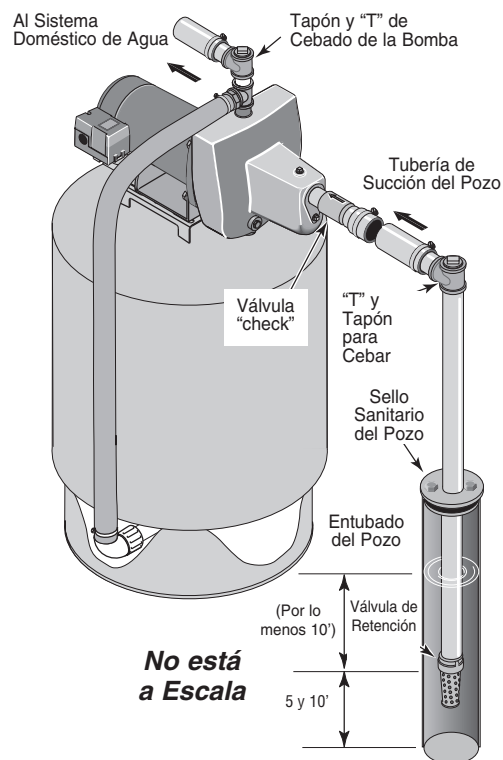

Figura 2: Instalación para pozo recubierto
INSTALACION DE POZO RECUBIERTO CON UN RECUBRIMIENTO DE 2" O MAS (Figura 2)
2. Instale la válvula de retención, el filtro y la tubería del pozo (vea la Figura 2). Asegúrese de que la válvula de retención funcione libremente.
4. Instale una "T" para cebado, tapón para cebado y la tubería de succión a la bomba (vea la Figura 2). Conecte la tubería del
pozo al orificio de succión de la bomba; utilice el menor número de conexiones posible – especialmente codos – ya que las conexiones incrementan la fricción de la tubería, pero incluya una válvula de aspiración – vea la Figura 2. La tubería de succión debe ser por lo menos del mismo tamaño que el orificio de succión de la bomba. Utilice cinta sellante de PTFE para roscas de tubería para juntas de tubería. Soporte la tubería para que no haya inclinaciones verticales o hundimientos en ella a fin de que no ejerza tensión sobre el cuerpo de la bomba y con el propósito de que no se incline ligeramente hacia arriba desde el pozo hacia la bomba (los puntos altos pueden ocasionar que se formen bolsas de aire que pueden bloquear la bomba). Selle las juntas de la tubería de succión con cinta sellante de PTFE para roscas de tubería para juntas de tuberías. Las juntas deben ser a prueba de agua o estar herméticamente cerradas. *Si la tubería de succión pudiera succionar aire, la bomba no podrá sacar agua del pozo.*